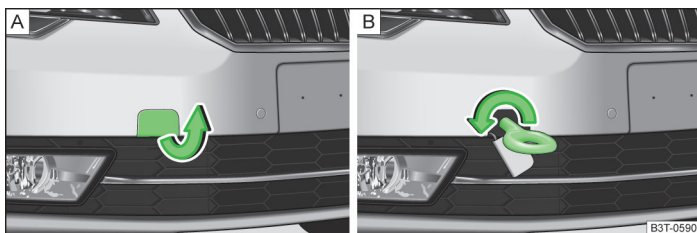

Fig. 190 Pare-chocs avant : Démontage du capuchon/montage de l'œillet de remorquage
- Retirez le capuchon du pare-chocs avant » fig. 190 – [A].
- Vissez l'œillet de remorquage vers la gauche jusqu'à ce qu'en butée » fig. 190 – [B] et serrez celui-ci aussi fermement que possible. Pour le serrage, nous recommandons d'utiliser par ex. la clé démonte-roue, l'œillet de remorquage d'un autre véhicule ou un objet analogue pouvant passer au travers de l'œillet.